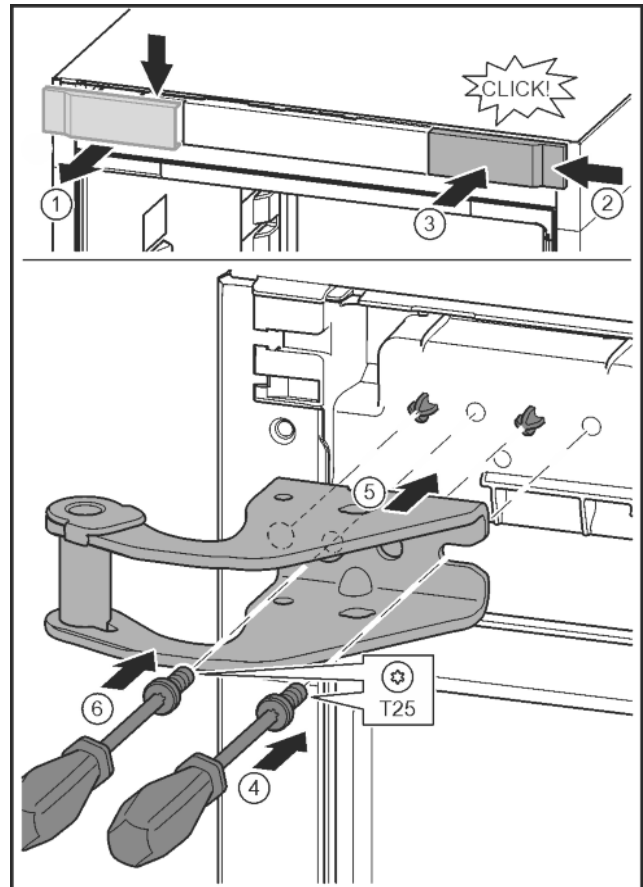

Fig. 14
- ▶ Kryt uvolněte a sejměte do strany. Fig. 14 (1)
- ▶ Kryt otočený o 180° zavěste na druhé straně zprava. Fig. 14 (2)
- ▶ Zaklapněte kryt. Fig. 14 (3)
- ▶ Šroubovákem T25 nasadte šrouby. Fig. 14 (4)
- ▶ Nasadte horní stojan ložiska. Fig. 14 (5)
- ▶ Utáhněte šroub. Fig. 14 (4)
- ▶ Šroubovákem T25 vložte šroub a utáhněte. Fig. 14 (6)